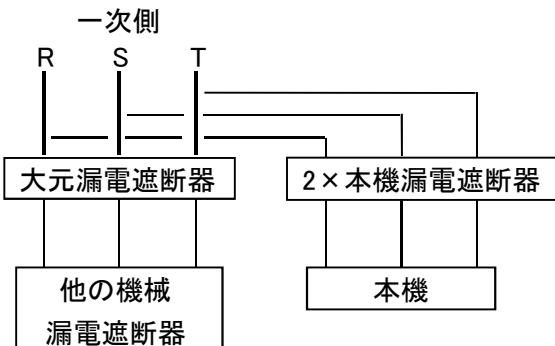

図 6-1
- 本機専用に電気工事を行う場合には図 6-1 の要領で行ってください。